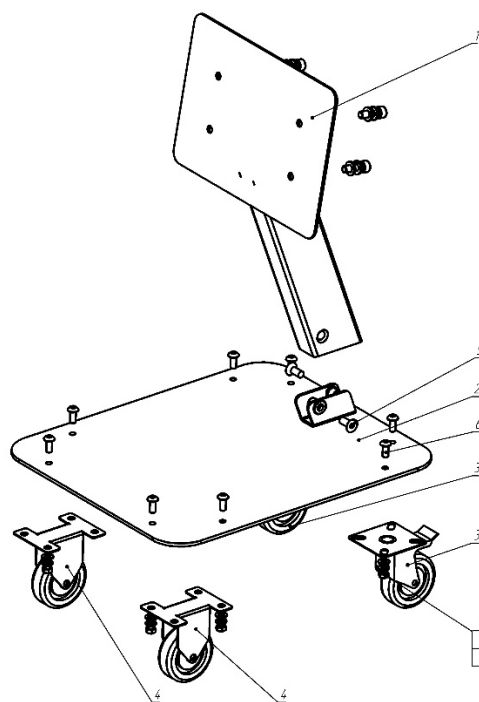

Рис.7
- детали стойки согласно спецификации, Рис. 7.